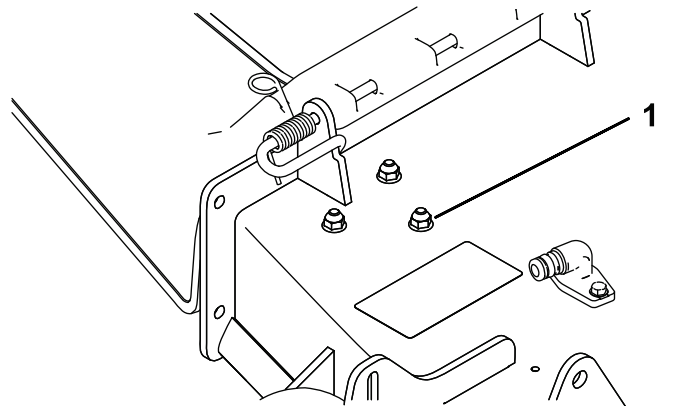

Bild 4
1. Retirez les écrous et les boulons des emplacements indiqués à la **Bild 4**.